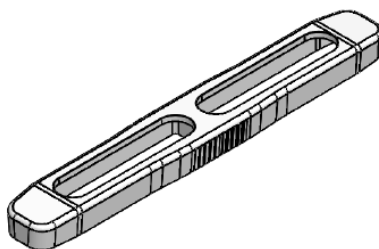

Figure 8
- Pièce de connection pour les deux profils supérieur pour Nylofor® Screeno® line: voir figure 8. Pour les dimensions et tolérances, consulter le schéma technique BFO54P500000.